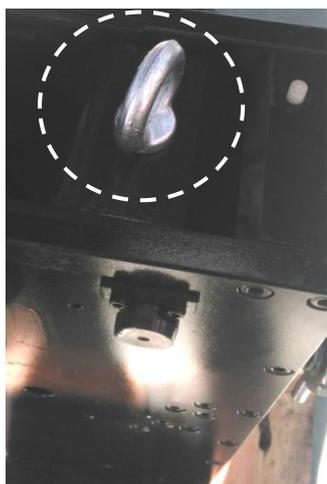

图4-1
- 3.1.2 打开进料斗锁扣，翻开。后将备件中的吊环拧在定臂上方螺纹孔内（图4-1）。